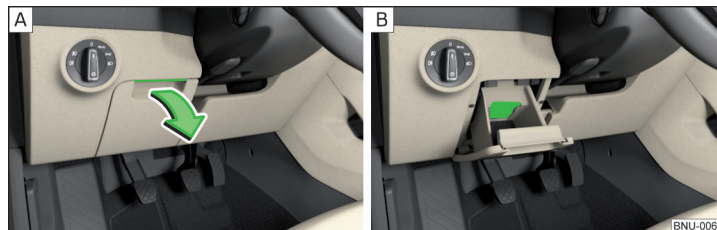

Fig. 99 Abrir el compartimento guardaobjetos/ postatarjetas
- Para **abrir** levante el tirador y abra el compartimento » fig. 99 - [A].
En el compartimento guardaobjetos hay un portaltarjeta » fig. 99 - [B].